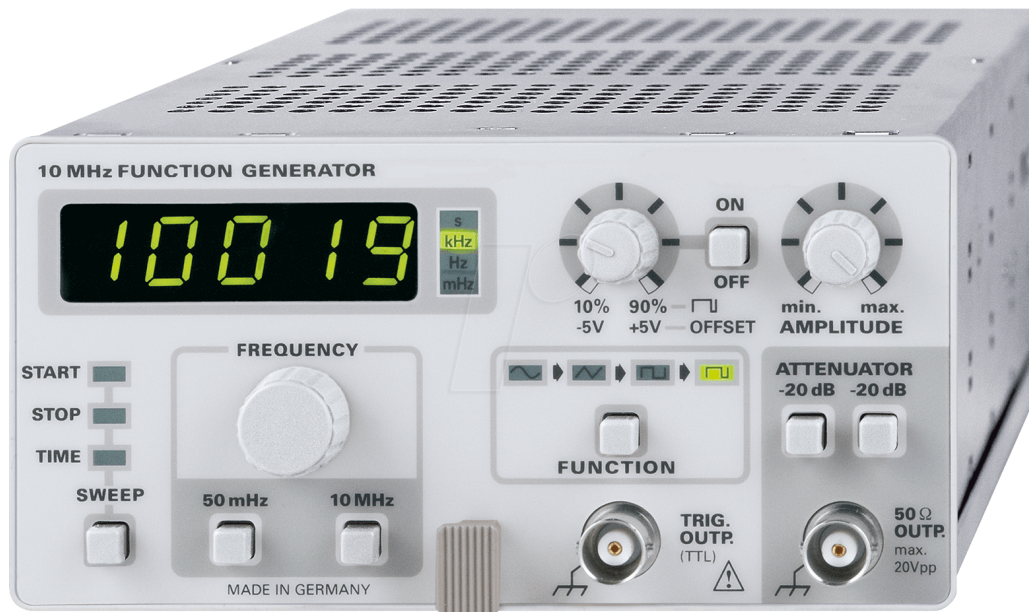

Abbildung 1: Hier ist ein exemplarischer Funktionsgenerator dargestellt, der von den im Praktikum verwendeten Funktionsgeneratoren abweichen kann.
Der Funktionsgenerator hat die Aufgabe, ein periodisches Spannungssignal mit einer bestimmten Amplitude U_0 und einer bestimmten Frequenz $f = 1/T$ zu erzeugen, wobei T die Periodendauer darstellt. Das in diesem Versuch benutzte Gerät kann verschiedene Spannungssignale liefern. Es hat Schalter (siehe Abbildung 1: Knopf FUNCTION) zur Erzeugung einer
Oben in der Abbildung 1 ist auf dem Display die eingestellte Frequenz zu sehen. Die Wahl der Frequenz erfolgt meist in zwei Schritten:
1. Auswahl des ungefähren Frequenzbereichs (Abbildung 1: Knopf 10 MHz)
2. Feineinstellung der Frequenz (Abbildung 1: Knopf 50 mHz)
In der Regel hat der Funktionsgenerator einen oder zwei Ausgänge, an denen das eigentliche Signal anliegt. Diese sind gekennzeichnet durch OUTPUT/AUSGANG oder U. Daneben steht eventuell noch die Maximalspannung U_{pp} , die dieser Ausgang liefern kann (s. Abbildung 1: $U_{pp} = 20 V_{pp}$). V_{pp} steht für peak-to-peak Spannung. Das ist die Differenz zwischen Maximalwert und Minimalwert des Spannungssignals. Außerdem kann am Knopf OFFSET eine Gleichspannung zu dem Signal addiert (Spannungsoffset) oder über den Knopf AMPLITUDE die Amplitude der Spannung eingestellt werden.